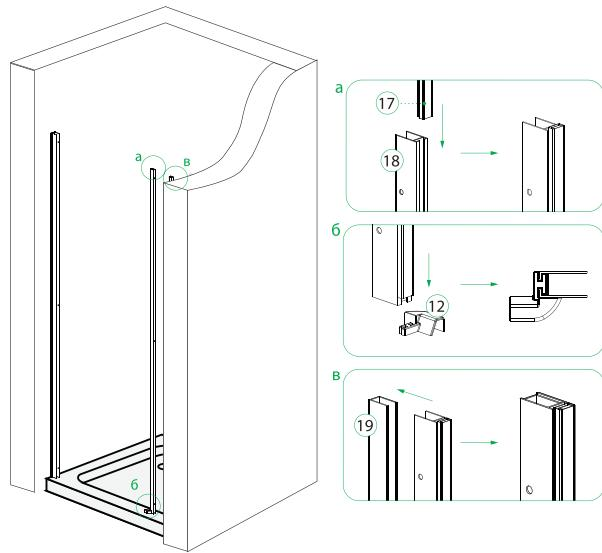

Рис. 8/8-сур.
4. Соедините профиль (18) с магнитным уплотнителем (17), как показано на рисунке 8-а, присоедините заглушку (12 или 13) (рис. 8б). Вставьте собранную конструкцию в пристенный профиль (19) со стороны открытия дверей.
5. Вставьте закаленную дверь в сборе (15) в противоположный пристенный профиль (14), и произведите регулировку, как показано на рисунке 9.